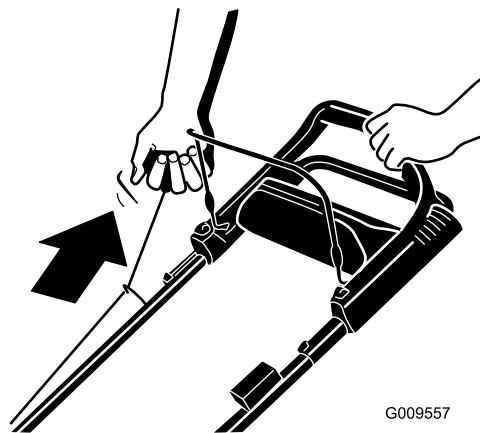

Figura 15
2. Tire suavemente del arrancador hasta que note resistencia, luego tire con fuerza (Figura 15). Deje que la cuerda vuelva lentamente al manillar.